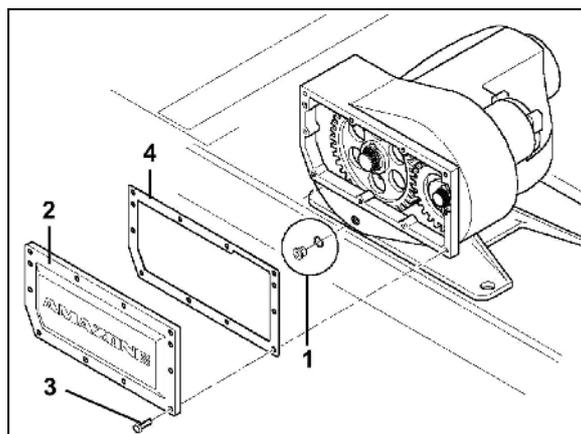

Fig. 46
Zum Austausch der Wechselzahnräder im Wechselradhauptgetriebe (Fig. 46) Bodenbearbeitungsmaschine, z.B. mit der Traktorhydraulik soweit anheben bis die Bodenbearbeitungsmaschine ca. 30° nach vorne geneigt ist. **Das Getriebeöl im Wechselradhauptgetriebe kann dann auch bei geöffnetem Getriebedeckel nicht austreten.**
Es besteht auch die Möglichkeit, den Ölspiegel durch Ablassen des Getriebeöles an der Öllassschraube (Fig. 46/1) zu senken. Wenn dabei keine Schmutzpartikel in das Öl gelangen, kann das aufgefangene Getriebeöl nach dem Zahnradwechsel dem Getriebe durch den Öffnungskanal des Ölpeilstabes wieder zugeführt werden.
Vor dem Entfernen des Getriebedeckels (Fig. 46/2) Traktorzapfwelle ausschalten, Traktormotor abschalten und Zündschlüssel abziehen!
1. Skt.-Schrauben (Fig. 46/3) vom Getriebedeckel (Fig. 46/2) lösen
7. Getriebedeckel (Fig. 46/2) mit Deckeldichtung (Fig. 46/4) am Getriebegehäuse anschrauben.